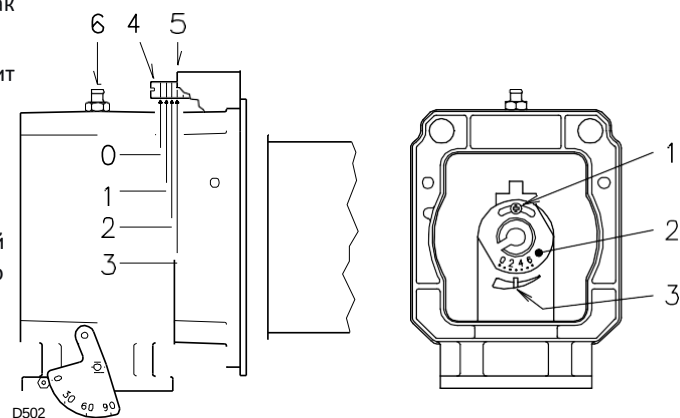

Рис. 13
- > Поворачивайте винт 4) (Рис. 13) до тех пор, пока найденная метка не совместится с передней поверхностью 5) фланца.
Для облегчения регулировки ослабьте винт 6) (Рис. 13), выполните настройку, затем зафиксируйте (затяните).
- > Ослабьте винты 1) (Рис. 13) и вращайте кольцевую гайку (накидную гайку) 2) до тех пор, пока найденная вами метка не совпадет с указателем (меткой) 3).